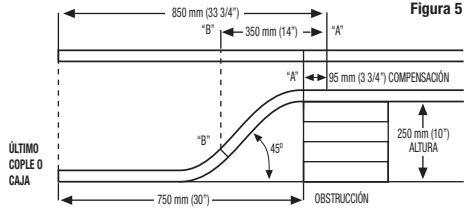

Figura 5
- 1.- Seleccione la compensación de la Tabla 1 a un ángulo de doblez en "S" de 45° y a una altura de la obstrucción de 250 mm (10"). En este caso la compensación sería de 95 mm (3 3/4"). Agrégueselo a la distancia de 750 mm (30") que es la distancia desde el último cople o caja a la obstrucción, y ahora tendrá la primera marca o marca "A" a 850 mm (33 3/4") (Figura 5)